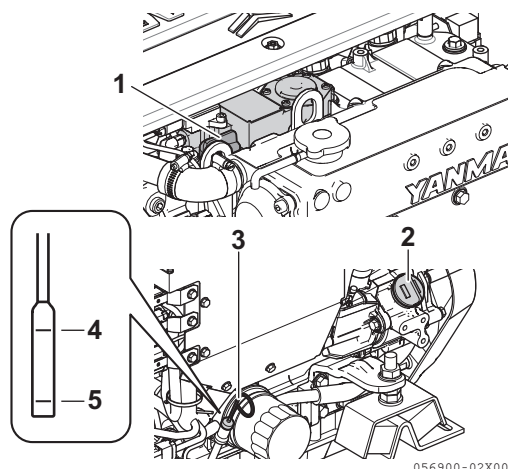

Abbildung 6
2. Ölpeilstab entfernen (**Abbildung 6, (3)**) und mit einem sauberen Lappen abwischen.
4. Pegelstab herausziehen. Der Ölfüllstand sollte sich zwischen den oberen (**Abbildung 6, (4)**) und unteren (**Abbildung 6, (5)**) Markierungen des Pegelstabs befinden.
1. Den gelben Deckel vom Ölfüllstutzen abnehmen (**Abbildung 6, (1) (2)**) und mit Motoröl füllen.
2. Öl bis zur oberen Markierung (**Abbildung 6, (4)**) am Pegelstab (**Abbildung 6, (3)**) einführen.